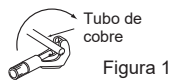

Figura 1
- 1) Corte o tubo de cobre correctamente com um cortador de tubos. (Figura 1, 2)